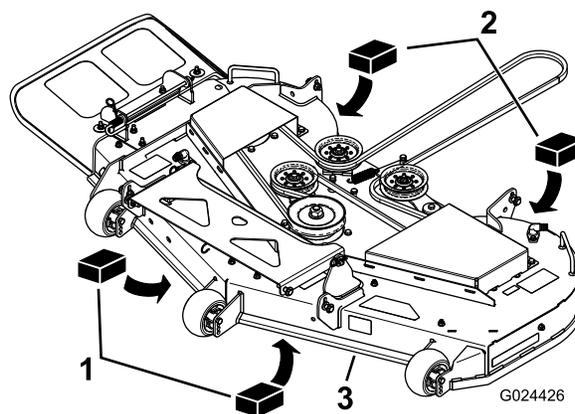

Figure 71
- Placez deux cales de 6,5 cm sous chaque côté du bord avant du plateau de coupe, mais pas sous les supports des galets anti-scalp (Figure 71).
- Placez deux cales épaisses de 7,3 cm sous le bord arrière de la jupe du plateau de coupe, une de chaque côté (Figure 71).